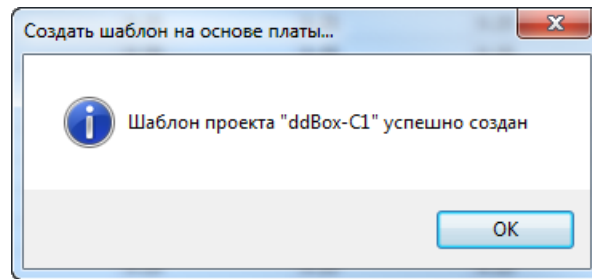

Рис. 134 Завершение процесса создания шаблона платы
8. В информационном окне о завершении процесса создания шаблона платы нажмите «ОК», Рис. 134.